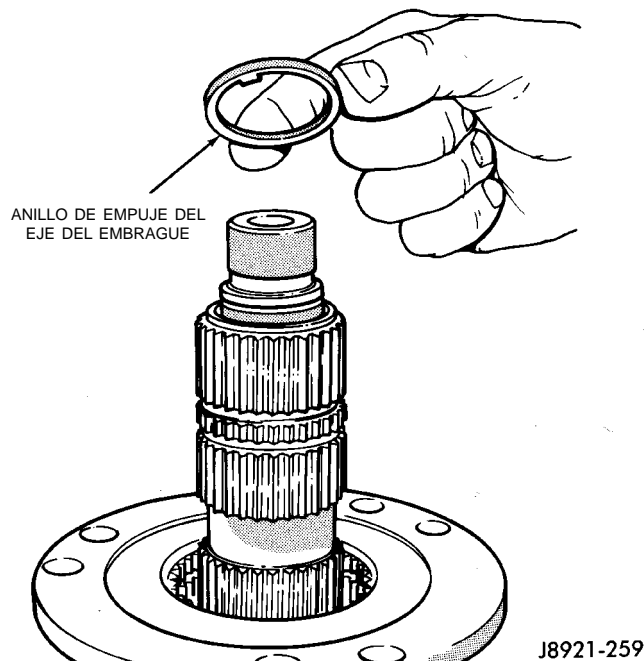

Fig. 31 Desmontaje del anillo d empuje del eje del embrague
(8) Retire el anillo de empuje del eje del embrague (Fig. 31).